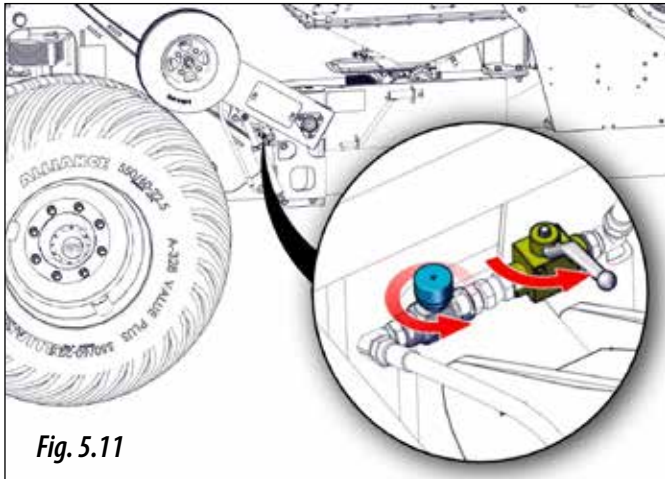

Fig. 5.11
**IMPORTANT:** ÎN FUNCȚIE DE MODELUL UTILAJULUI, DACĂ AȚI PORNIT PRESIUNEA HIDRAULICĂ ȘI NU SE RIDICĂ ROATA DE TRANSMISIE DAR SE RIDICĂ SEMĂNĂTOAREA ȘI SCORMONITORUL DE URMĂ, VERIFICAȚI DACĂ SUPAPA DE TRECERE ȘI OBTURATORUL DE LĂNGĂ ROATA DE TRANSMISIE SUNT DESCHISE (FIG. 5.11).